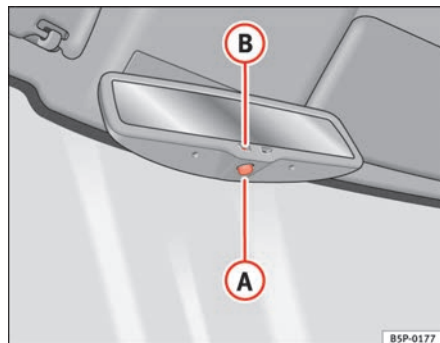

Fig. 89 Specchio retrovisore interno fotocromatico.
- Premere il tasto **(A)** ⇒ fig. 89. La spia **(B)** si spegne.
- Premere il tasto **(A)** ⇒ fig. 89. La spia si accende.